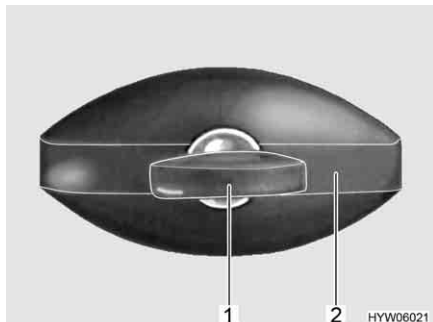

Bild 33 Lucklås, ellipsformat, låst
- Stick in nyckeln i låscylindern (Bild 33,1) och vrid ett kvarts varv moturs. Låshandtaget (Bild 33,2) frigörs.